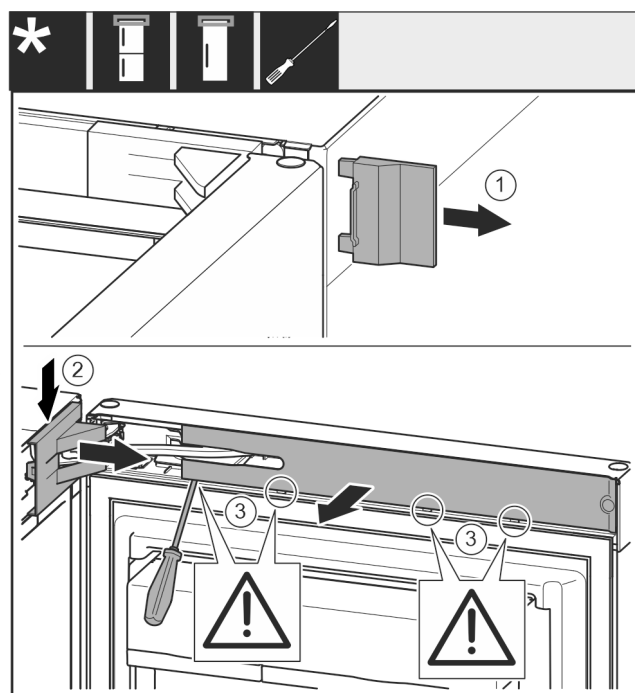

Fig. 5
- ▶ Ta bort det yttre skyddet. *Fig. 5 (1)*
- ▶ Haka av lagerbocksskyddet och lossa det. Ta bort lagerbocksskyddet. *Fig. 5 (2)*
- ▶ Lossa panelen med hjälp av en spårskruvmejsel och vrid den åt sidan. *Fig. 5 (3)*